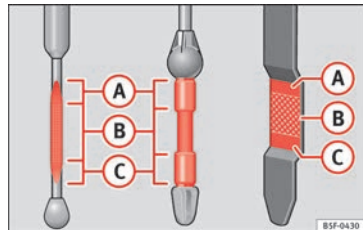

Fig. 230 Varilla de medición del nivel de aceite.
Si el nivel de aceite se encuentra por encima de la zona » fig. 230 (A), no arranque el mo-
Si el nivel de aceite se encuentra por encima de la zona » fig. 230 (A), no arranque el motor. Puede causar daños en el motor y en el catalizador. Informe a un taller especializado.
El nivel de aceite no deberá estar en ningún caso por encima de la zona » fig. 230 (A). De ser así, podría aspirarse aceite por el respiradero del cárter del cigüeñal y llegar a la atmósfera a través del sistema de escape.